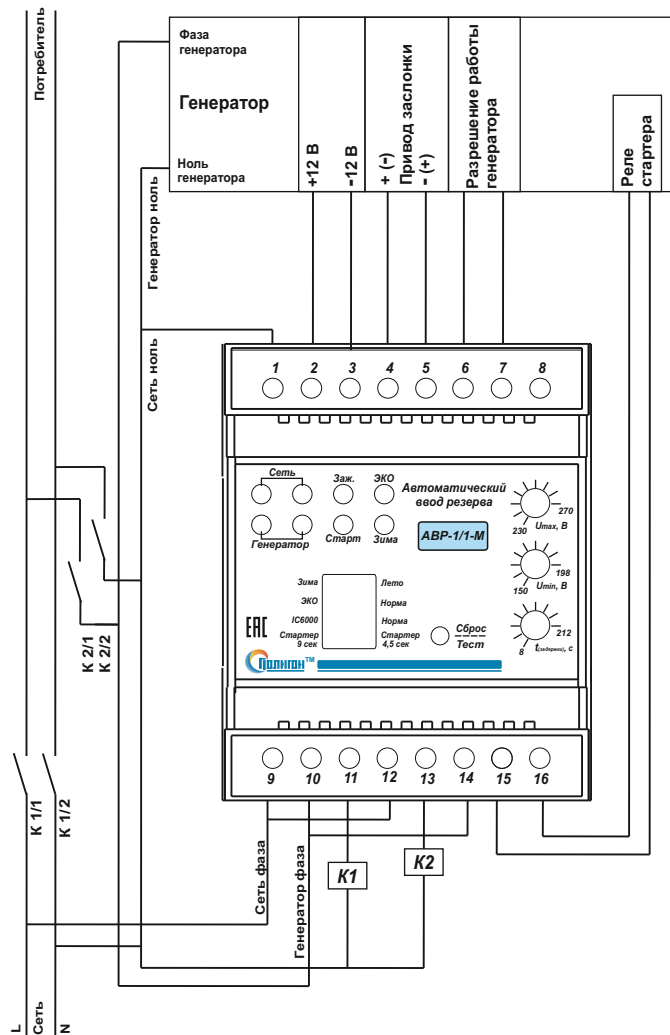

Рис.2. Схема подключения «АВР-1/1-М»
4.2. Установить блок в электрощит и произвести подключение контролируемой сети и выхода генератора, цепей управления и сигнализации согласно таблице и рис. 2, N - нейтраль (общая для основного и резервного вводов).